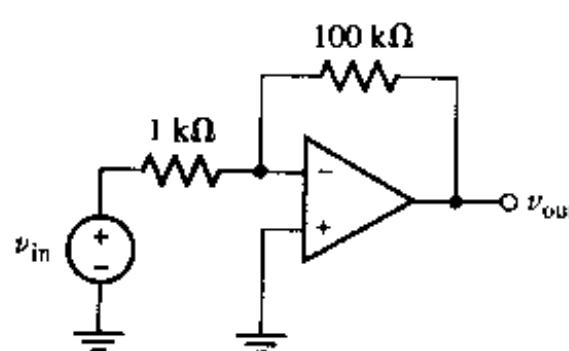

图 6.45
30. 如图 6.45 所示电路,(a) 导出 v_{out}/v_{in} 的表达式,如果 $R_i = \infty, R_o = 0, A$ 为有限值;(b) 开环增益 A 为多大时,闭环增益与其理想值相差在 1% 以内?